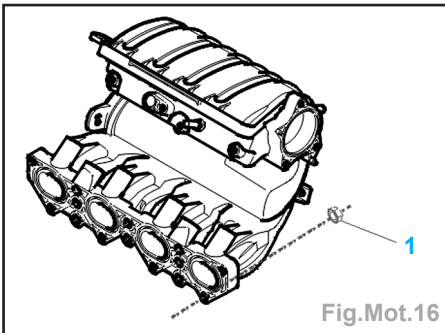

Fig.Mot.16
- Déposer (Fig.Mot.16) :
- les écrous (1) de fixation du répartiteur d'admission,